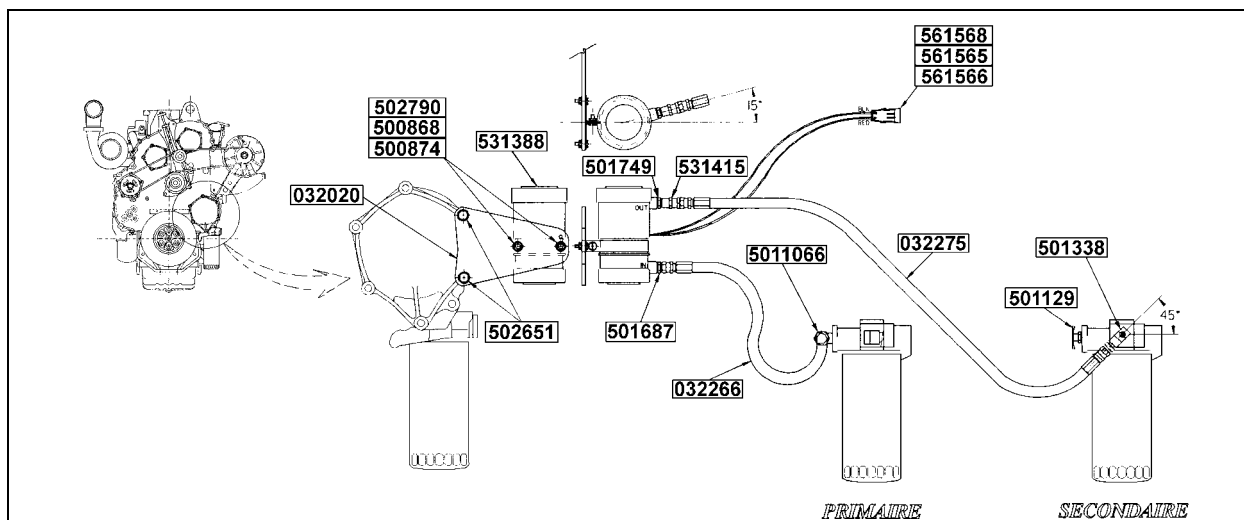

FIGURE 2 : INSTALLATION DE LA POMPE
4. Enlever les deux boulons du moteur et fixer le support de pompe (Prévost #032020) à l'aide des vis (Prévost #502651). Installer la pompe (Prévost #531388) sur le support et fixer à l'aide des vis, écrous et rondelles plates. Installer les raccords (Prévost #501749 et 501687) et le clapet (Prévost #531415) sur la pompe, installer le coude et le raccord en T sur les filtres primaire et secondaire et raccorder les boyaux aux raccords de la pompe et des filtres primaire et secondaire (mettre du ruban Teflon sur les filets NPT) (voir figure 2 et schéma d'installation D030109). Sertir une cheville de contact mâle (Prévost #561568) sur chacun des fils du câblage et l'insérer dans le joint d'étanchéité (Prévost #561565), installer le connecteur (Prévost #561566). Rebrancher le connecteur.
3. Enlever les deux boulons du moteur et fixer le support de pompe (Prévost #032020) à l'aide des vis (Prévost #502651). Installer la pompe (Prévost #531388) sur le support et fixer à l'aide des vis, écrous et rondelles plates. Installer les raccords (Prévost #501749 et 501687) et le clapet (Prévost #531415) sur la pompe, installer le coude et le raccord en T sur les filtres primaire et secondaire et raccorder les boyaux aux raccords de la pompe et des filtres primaire et secondaire (mettre du ruban Teflon sur les filets NPT) (voir figure 2 et schéma d'installation D030109). Sertir une cheville de contact mâle (Prévost #561568) sur chacun des fils du câblage et l'insérer dans le joint d'étanchéité (Prévost #561565), installer le connecteur (Prévost #561566).